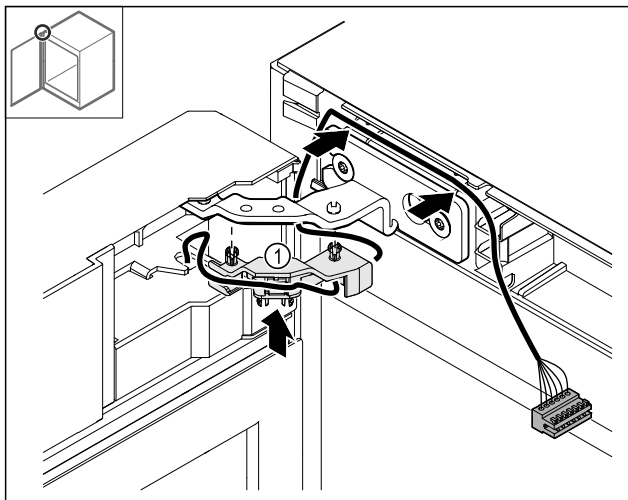

Fig. 44
- Pritisnite držač kabela Fig. 44 (1) u šarku.